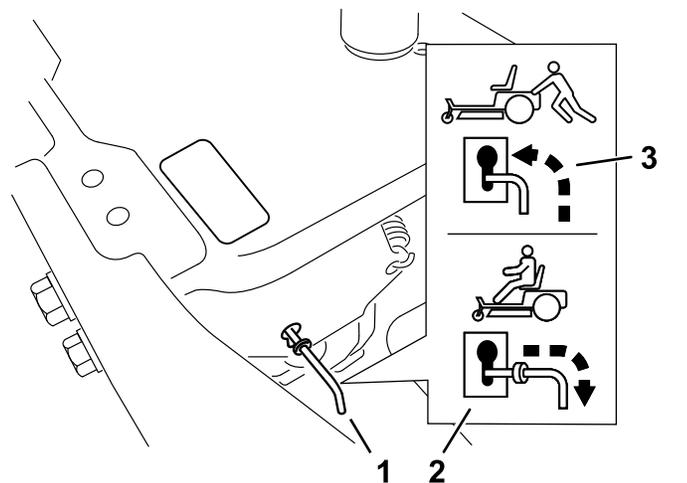

Рисунок 32
4. Вытяните рычаги перепускных клапанов вперед через профилированные отверстия и опустите вниз, чтобы зафиксировать их на месте (Рисунок 32).
Переместите рычаги перепускных клапанов назад через профилированные отверстия и опустите вниз, чтобы зафиксировать их на месте, как показано на Рисунок 32.